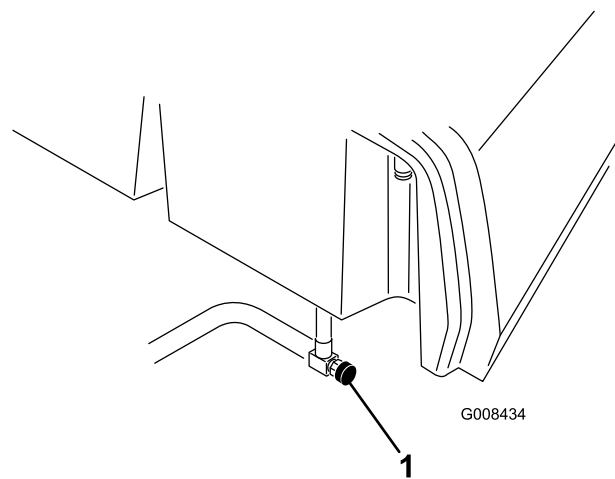

Figura 38
1. Feche a válvula de bloqueio do combustível (Figura 38) por baixo do depósito de combustível.